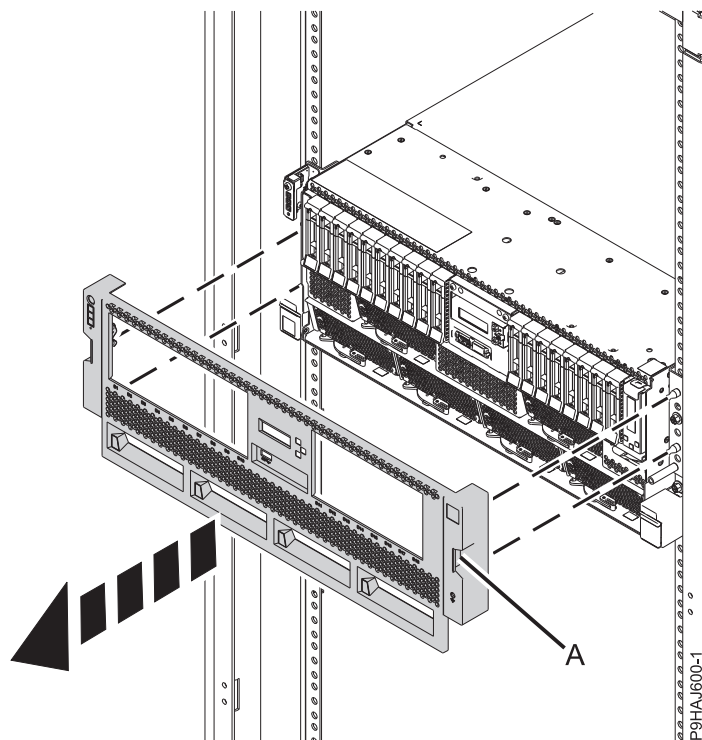

Figura 14. Extracción de la cubierta frontal
2. Para un sistema montado en bastidor, extraiga la cubierta frontal tirando de ella y sacándola del sistema. La cubierta tiene hendiduras **(A)** para poder sujetarla más fácilmente. Consulte la Figura 14 en la página 34.